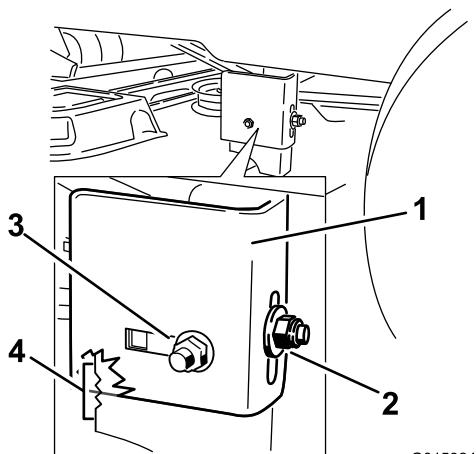

Figura 63
- 9. Solte a porca de bloqueio traseira no suporte de suspensão (Figura 63).
- 10. Solte a porca de bloqueio lateral no suporte de suspensão o suficiente para o suporte ser ajustado (Figura 63).
13. Pare a plataforma na posição ajustada e aperte a porca de bloqueio lateral no suporte de suspensão para manter a nova posição (Figura 63).